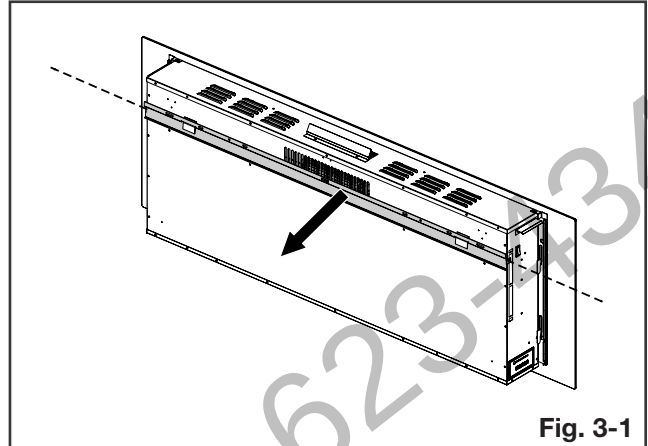

Fig. 3-1
- D. Placez l'appareil face vers le bas sur une surface douce et non-abrasive. Retirez le support de montage de l'arrière de l'appareil en retirant les deux vis (**Fig. 3-1**). Mettez de côté le support et les vis.